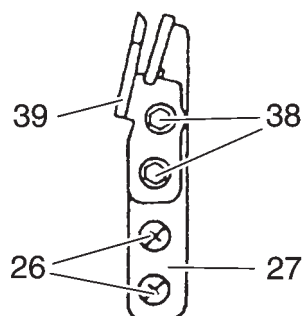

Рис. 31
В тот момент, когда стержень игловодителя находится в самом нижнем положении, между правой или соответственно левой иглой и передним игольным предохранителем 39 должен оставаться минимальный зазор 0 - 0,05 мм (рис. 31).
- Сместите передний игольный предохранитель 39 таким образом, чтобы отрегулировать зазор в соответствии с рис. 31.